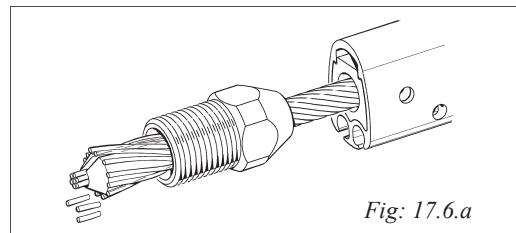

Fig: 17.6.a
7. Couper tous les torons de câble dépassant de l'ogive d'environ 5 mm à la courbure. Voir fig. 17.6.